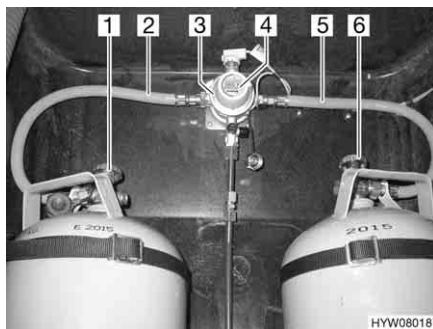
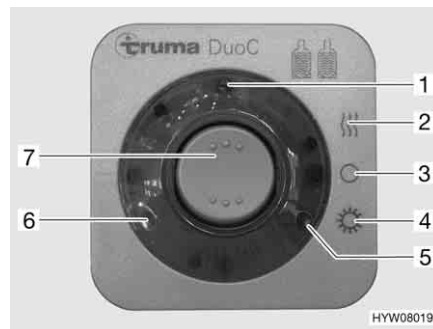

Fig. 87 Dispositif de commutation DuoControl
Fig. 88 Unité de commande
Le dispositif de commutation DuoControl est composé d'une valve de commutation (Fig. 87,3) et de l'unité de commande (Fig. 88). La valve de commutation est montée entre les lyres (Fig. 87,2 et 5). Un bouton rotatif (Fig. 87,4) situé sur la valve de commutation permet de définir laquelle des bouteilles de gaz est celle de service et laquelle est celle de réserve.
Seules les fonctions électriques peuvent être activées sur l'unité de commande (Fig. 88). Les robinets principaux des bouteilles de gaz (Fig. 87,1 et 6) doivent être ouverts manuellement.
La valve de commutation garantit une pression du gaz constante, indépendamment de la bouteille qui fournit le gaz. Les deux voyants de contrôle de l'unité de commande indiquent le niveau de remplissage de la bouteille de service. Lorsque le voyant de contrôle vert (Fig. 88,6) s'allume, la bouteille de service est entièrement chargée. Lorsque le voyant de contrôle rouge (Fig. 88,5) s'allume, la bouteille de service est vide. L'alimentation en gaz s'effectue également par la bouteille de réserve.
- Ouvrir les robinets principaux des bouteilles de gaz (Fig. 87,1 et 6).
- Choisir la bouteille de gaz avec le bouton rotatif (Fig. 87,4) de la valve de commutation (Fig. 87,3) à partir de laquelle le gaz sera utilisé principalement (bouteille de service).
- Mettre en marche le dispositif de commutation DuoControl sur l'unité de commande (Fig. 88).
Pour ce faire, régler le commutateur à bascule (Fig. 88,7) sur régime hiver "Marche et chauffage" (Fig. 88,2) ou bien sur régime été "Marche" (Fig. 88,4). La valve de commutation est maintenant désaérée. Le voyant de contrôle jaune (Fig. 88,1) s'allume si le régime hiver est sélectionné et l'installation de dégivrage est activée.
- Mettre le commutateur à bascule (Fig. 88,7) sur "O" (Fig. 88,3). Le voyant de contrôle jaune (Fig. 88,1) s'éteint.
- Fermer les robinets principaux des bouteilles de gaz (Fig. 87,1 et 6).
Les voyants de contrôle de l'unité de commande (Fig. 88,5 et 6) signalisent à l'intérieur du véhicule si la bouteille de gaz est en état de marche.
Si le voyant de contrôle vert (Fig. 88,6) s'éteint durant le fonctionnement et le voyant de contrôle rouge (Fig. 88,5) s'allume, la bouteille de gaz définie comme bouteille de service est vide et doit être remplacée. La bouteille de réserve alimente les appareils à gaz.